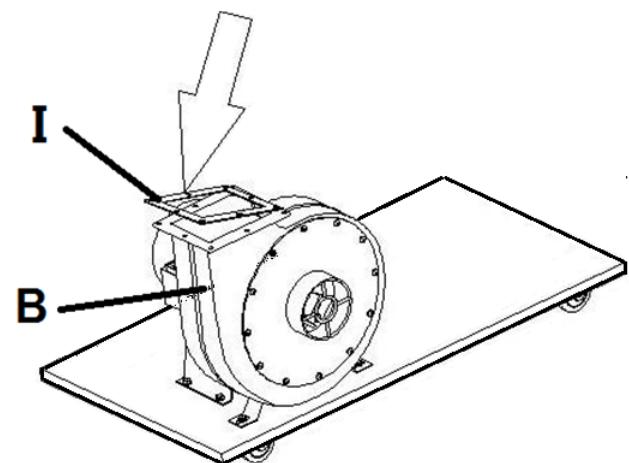
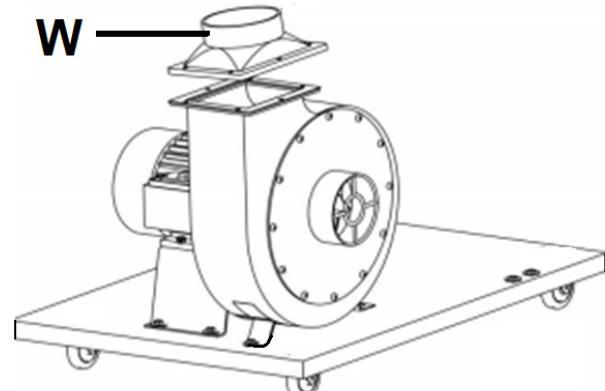

Fig 5
Fig 6
Platzieren Sie die Dichtung (I, Fig 5) und befestigen Sie das Übergangsstück (W) am Gebläse (B) mit den gelieferten Schrauben und Scheiben (siehe Fig 5 & Fig 6).